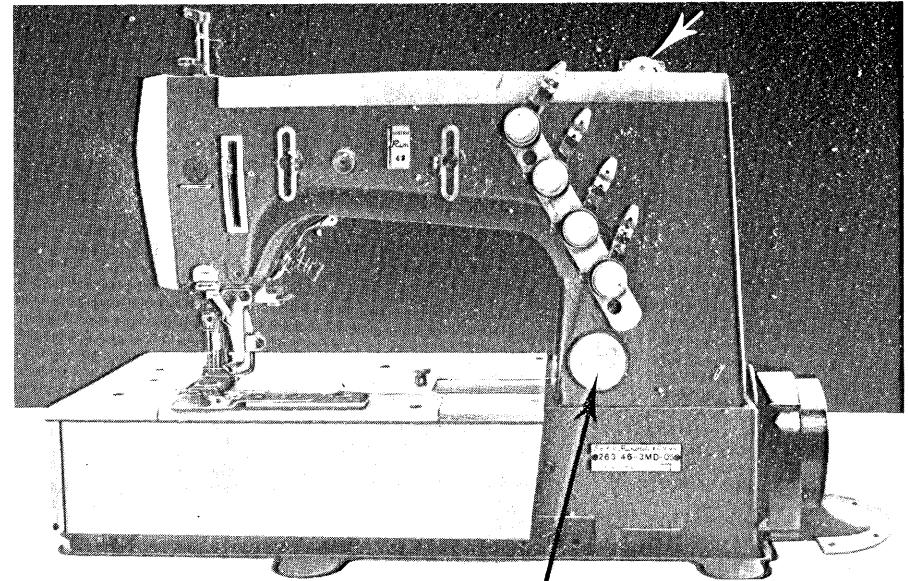

Fig. 4
1. Svitare il tappo del foro di rifornimento sul coperchio (fig.4)
1. Unscrew the filler cap on cover (fig.4).